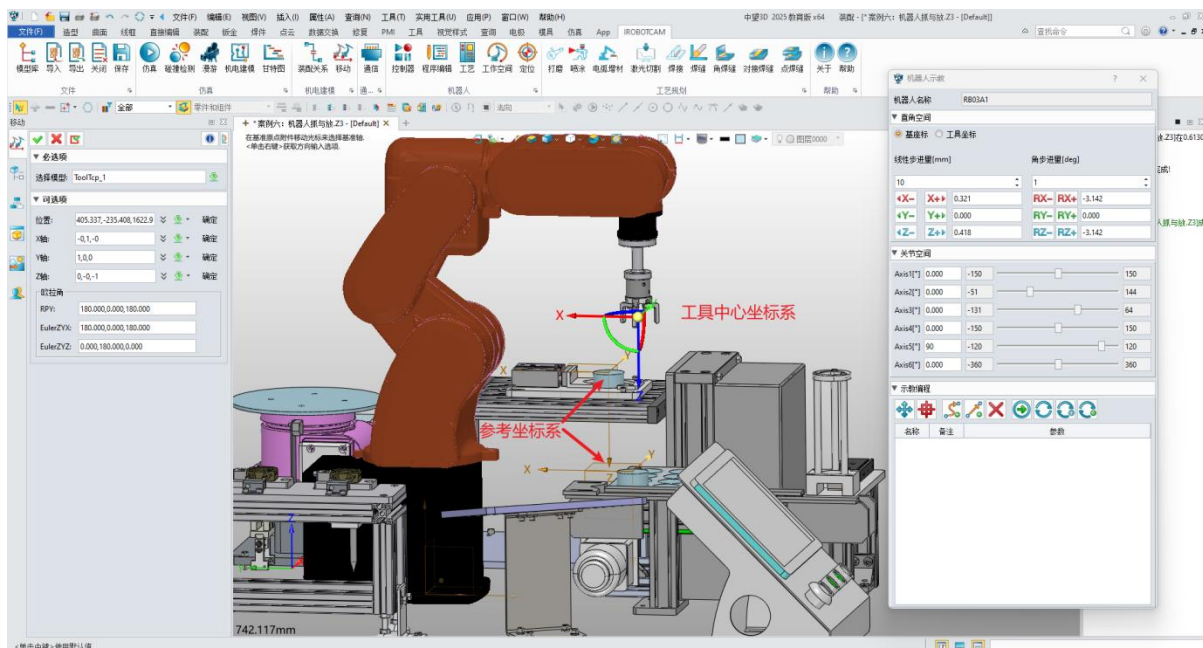

图 10-22: 创建参考坐标
- 在界面空白处右键单击并选择“曲率中心”功能在物料上进行创建坐标系。（图 10-22）